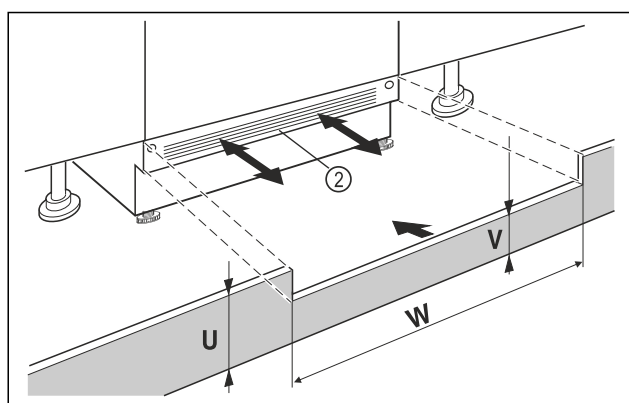

Fig. 12 Immagine a titolo di esempio
- Applicare lo zoccolo dell'apparecchio Fig. 12 (2) ma non fissarlo ancora.
- Se lo zoccolo è visibile Fig. 12 (2), tirarlo in avanti in modo tale che il bordo anteriore della griglia di ventilazione e lo zoccolo del mobile siano a filo.
- Se lo zoccolo è nascosto Fig. 12 (2) spingerlo completamente indietro.
- Verificare che le fessure di ventilazione siano completamente libere: Se necessario, tagliare lo zoccolo del mobile Fig. 12 (U)!
- Adattare, per la larghezza dell'area di incasso Fig. 12 (W), l'altezza del listello Fig. 12 (V) sotto lo zoccolo dell'apparecchio Fig. 12 (2).